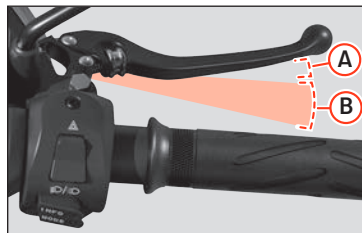

Fig. 19 Maneta del freno
- Durante el primer tramo del recorrido de la palanca del freno delantero (derecho) »» **Fig. 19 A**, se activa el freno regenerativo. Este sistema frena electrónicamente la rueda trasera y regenera energía a la batería
- Si continúa presionando la palanca del freno »» **Fig. 19 B** se activará, además, el freno mecánico de la rueda delantera. A mayor presión aumentará la potencia del frenado mecánico.